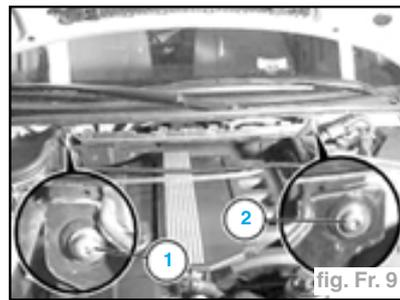

fig. Fr. 9
- Déposer les vis (1) et (2) et extraire la cloison chauffage par le haut (fig. Fr. 9).
- Débrancher le connecteur électrique (1) du réservoir.
- Débrancher le flexible d'alimentation du circuit hydraulique (2).
- Retirer la vis (3) de fixation.